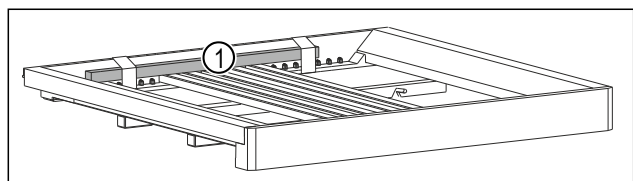

Fig. 37 \*
- Houten staaf Fig. 37 (1) verwijderen.\*